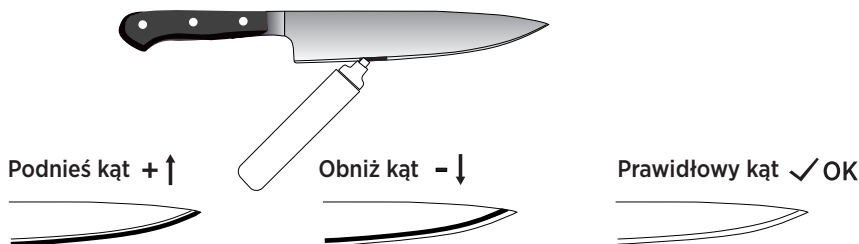

Fig. 11
Nałóż marker na krawędź tnącą. Wyreguluj belkę wsporczą w górę lub w dół w razie potrzeby i delikatnie naostrz krawędź. Gdy marker zostanie całkowicie usunięty, odsłaniając czystą krawędź (Patrz Fig. 11), wartość kąta na skali (A lub B) wskaże prawidłowy kąt ostrzenia.
3. Obróć pokrętko blokady kąta, aby przesunąć belkę wsporczą w górę lub w dół w razie potrzeby i delikatnie naostrz krawędź tnącą. Gdy marker na ostrzu zostanie całkowicie usunięty, odsłaniając czystą krawędź, oznacza to poprawne ustawienie. (Patrz Fig. 11)